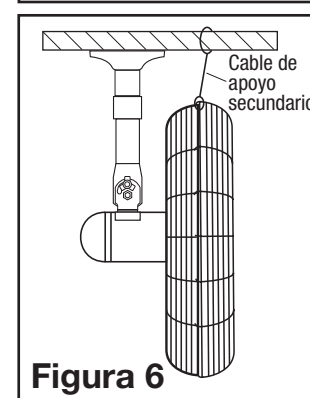

Figura 6
3. Enroscar el otro cabo del cable alrededor de una viga o armazón segura de la edificación, o de otro soporte cercano al ventilador. Recoger todo lo del cable que quede sobrando (Figura 6).